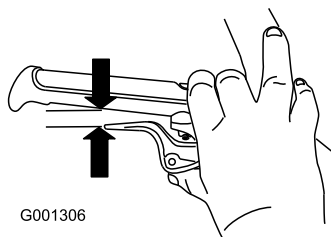

Рисунок 9
- Полностью утопите рычаг, затем проверьте зазор между нижней точкой рукоятки и концом рычага муфты свободного хода (Рисунок 9).